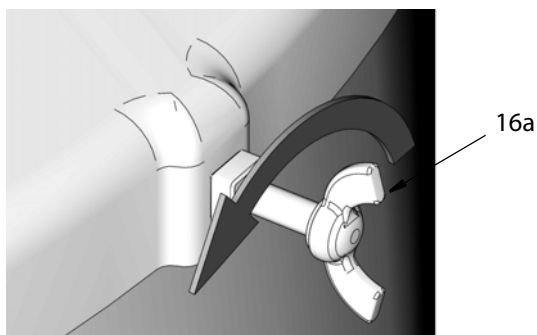

Рис. 24
2. Ослабьте винты-барашки (16а) и снимите крышку бочки (16) (Рис. 24).